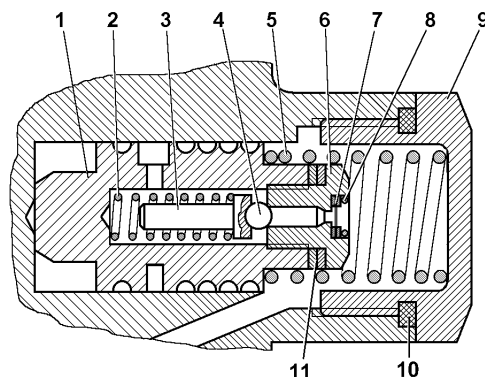

Рис. 9.51. Расходный и предохранительный клапаны насоса:
1. Отверните пробку-заглушку 9 (рис. 9.51), расположенную над выходным отверстием насоса.